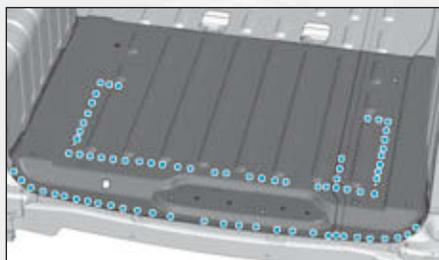

FIG.228
- par points électriques (Fig.228),
- par points électriques (Fig.228).